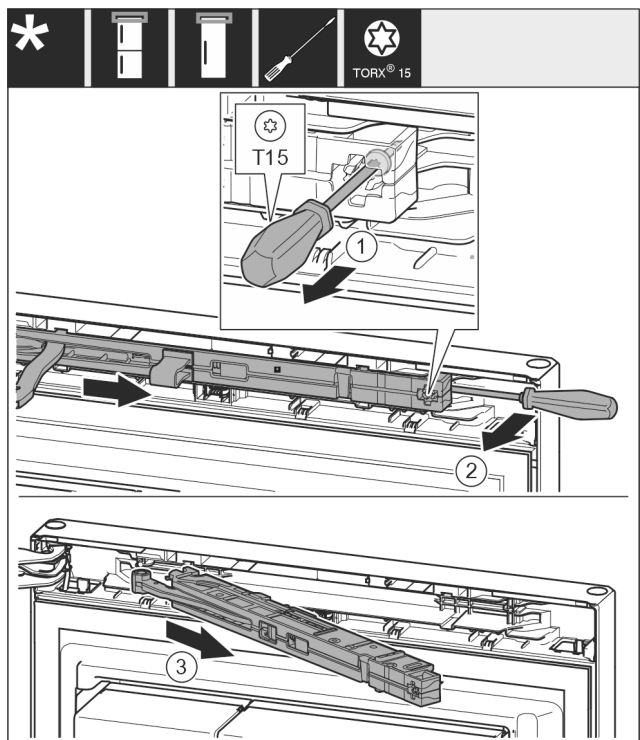

Fig. 8
- Schraube an Schließdämpfereinheit mit Schraubendreher T15 ca. 14 mm lösen. Fig. 8 (1)
- Mit einem Schraubendreher griffseitig hinter die Schließdämpfereinheit fahren und Einheit nach vorne drehen. Fig. 8 (2)
- Schließdämpfereinheit herausziehen. Fig. 8 (3)